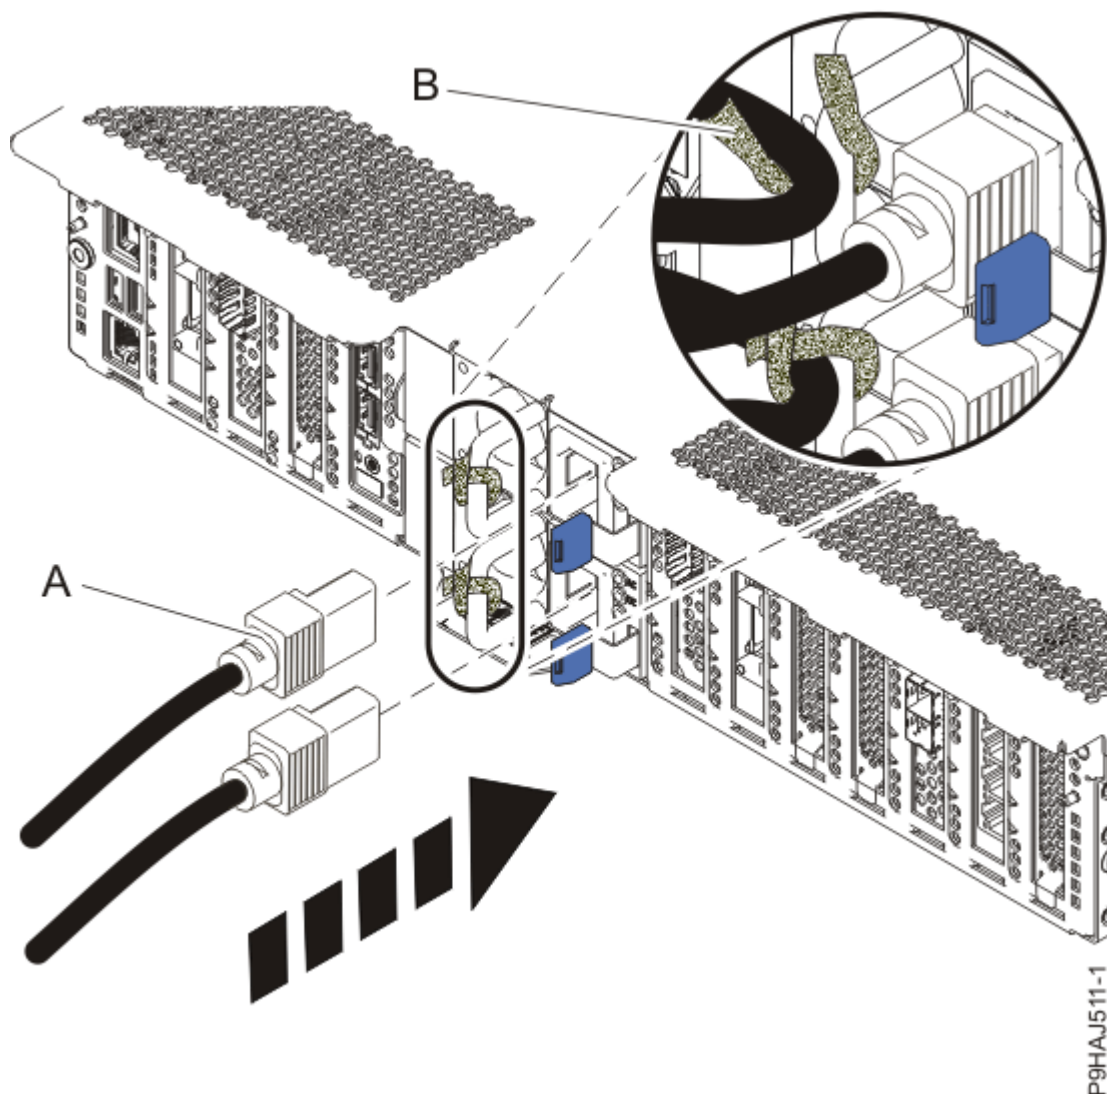

Figura 15. Conexión de los cables de alimentación
5. Mediante las etiquetas, vuelva a conectar los cables de alimentación **(A)** a la unidad del sistema. Sujete los cables de alimentación al sistema utilizando los mecanismos de sujeción **(B)** tal como se muestra en la Figura 15 en la página 17.